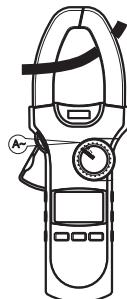

图 10
- ① 关断待测量导体的电流；
- ② 按住扳机打开钳头，将钳头夹取待测导体，然后缓慢地放开扳机，直到钳头完全闭合，请确定待测导体是否被夹取在钳头的中央，未置于钳头中心位置会产生±1.0%读数附加误差；
③ 按ZERO键使显示归零；(待读数稳定在最小值状态，按ZERO键清零)
④ 开启待测量导体的电流，读取钳表稳定后的数值。
⑤ 如此测量的结果将可得到更准确的直流电流读数。
8. 交流电流测量 (A~) (见图10)***设置转盘开关**